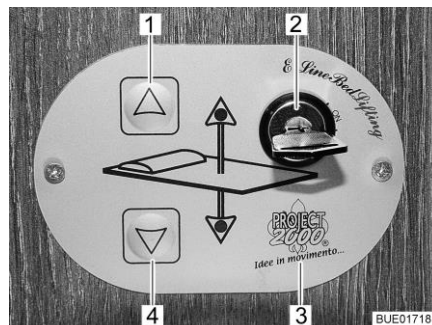

Bild 105 Bedienteil
**Bedienteil** Mit den Tasten (Bild 105,1 und 4) auf dem Bedienteil (Bild 105,3) wird das Hubbett abgesenkt oder angehoben. Mit dem Schlüsselschalter (Bild 105,2) wird das Bedienteil gegen unbefugte Benutzung gesichert. Das Hubbett ist in der Höhe stufenlos einstellbar.
- Schlüssel im Schlüsselschalter (Bild 105,2) um 90° im Uhrzeigersinn auf Stellung "On" drehen. Das Bedienteil (Bild 105,3) ist aktiviert.
- Pfeiltaste (Bild 105,4) drücken und so lange gedrückt halten, bis das Hubbett in die gewünschte Position nach unten gefahren ist.
- Pfeiltaste (Bild 105,1) drücken und so lange gedrückt halten, bis das Hubbett in die Endstellung nach oben gefahren ist.